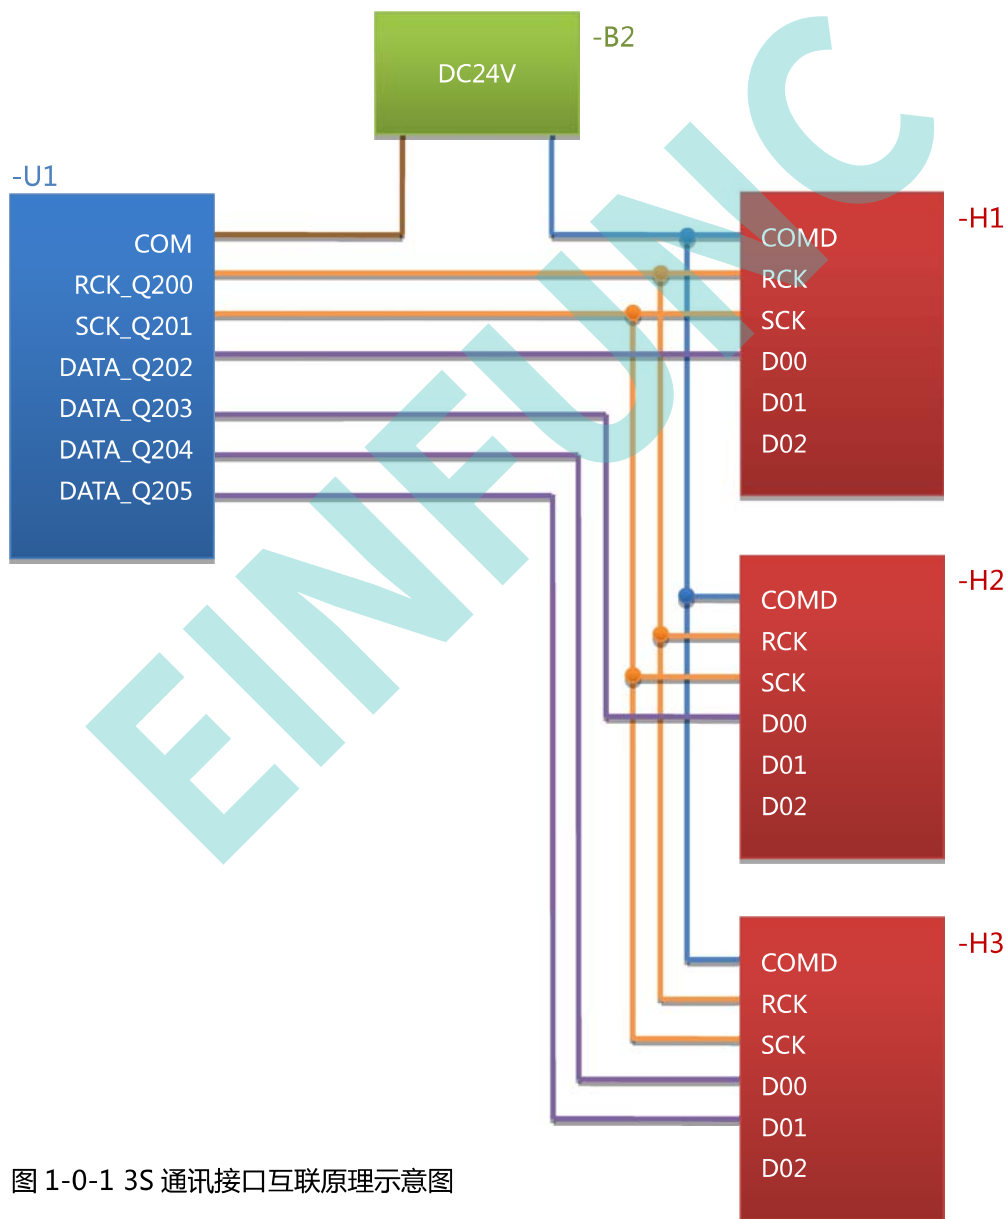

图 1-0-1 3S 通讯接口互联原理示意图
3S 通讯技术是指将 PLC 程序中任意指定的操作数如定时器、计数器、内部变量数据和常量数据,通过 PLC 直流固态输出点组成的 3S 通讯接口串行传送至带有 3S 通讯接口的外部设备上,使这些设备对接收到的数据进行进一步的处理,如图 1-0-1 所示。这项技术由任志兵于 1995 年发明研制,在当年申请并实施了实用新型专利:ZL95226265.7。在图 1-0-1 中:
任选 PLC 三个晶体管输出点作为最基本的 3S 通讯接口, 如图 1-0-1 中所示的 Q200、Q201 和 Q202 点:
在最基本的连接基础上只需增加数据输出口 Q203、Q204、Q205....., 各个数据通道在时钟的驱动下同时向外部设备的数据输入端 D00、D01、D02.....传送数据, 每个通道每帧传送一个字 (16Bits) 的数据码。这样能够保证传送速度不变。如图 1-0-1 中, -H3 外设需要接收双整数据 (32Bits), PLC-U1 需要两个数据输出口, 一个传送双整数的低字, 另一个传送双整数的高字。
- ❖ 3S 通讯线路电源就是图 1-0-1 中的-B2 电源，DC24V。它与各设备的 COM/COMD 的连接方向取决于 PLC-U1 的 DO 晶体管/场效应管的有效电流方向：